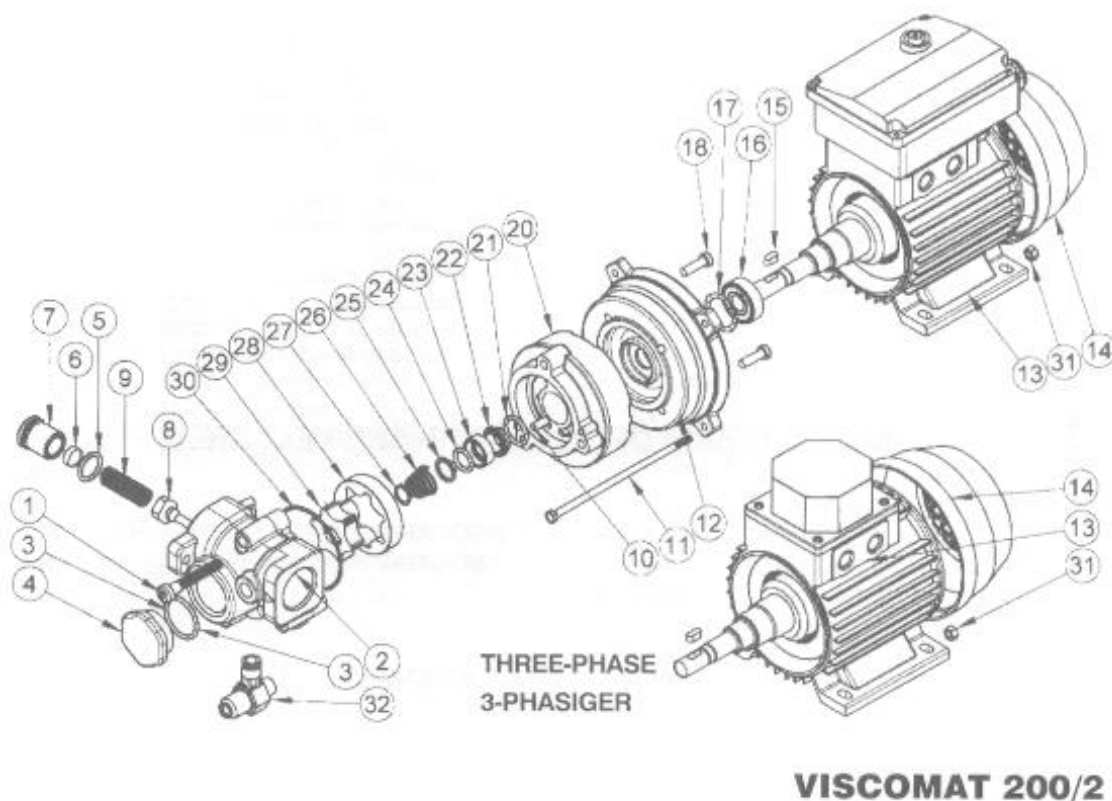
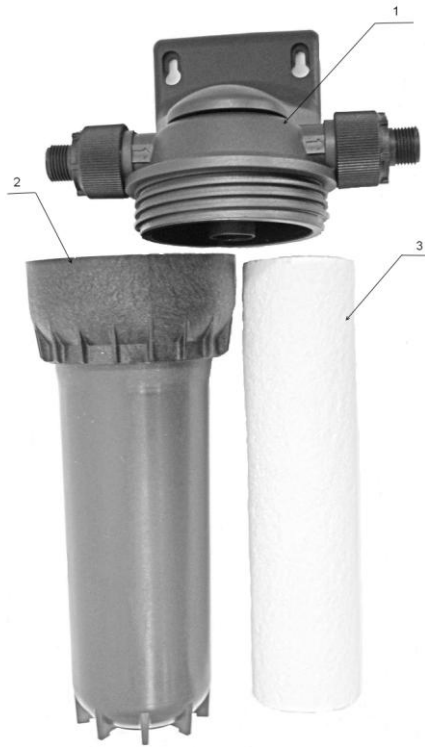

Рис. 20. Схема разборки насоса
Рис.21. Фильтр тонкой очистки топлива.
7. Проверка загрязнения фильтра топливного насоса (Рис.20) и фильтра тонкой очистки (Рис.21).
4.5.2 Обслуживание фильтра тонкой очистки заключается в замене фильтрующих вставок из полипропилена, размер 20", фильтрующая способность 20-25 мкм. Для замены отверните колбу фильтра (Рис.21 поз.2), от корпуса фильтра (Рис. 21 поз.1) , замените фильтрующую вставку (Рис.21 поз.3), установите колбу на место. Замена вставок производится ежемесячно при сильной загрязненности масла еженедельно.
Корпус насоса проверяется на наличие механических повреждений, масляных подтеков со стороны прокладки 4, а также проверяется герметичность болтовых соединений 1 (Рис. 20).
Очистка топливного насоса проводится ежемесячно, при сильном загрязнении топлива – еженедельно в течение всего отопительного сезона, предварительно демонтировав его, согласно пункту 4.5.1 (Рис. 20), в виде продувки фильтра сжатым воздухом. После сбора насоса, согласно пункту указанному выше, необходимо промыть его дизельным топливом.